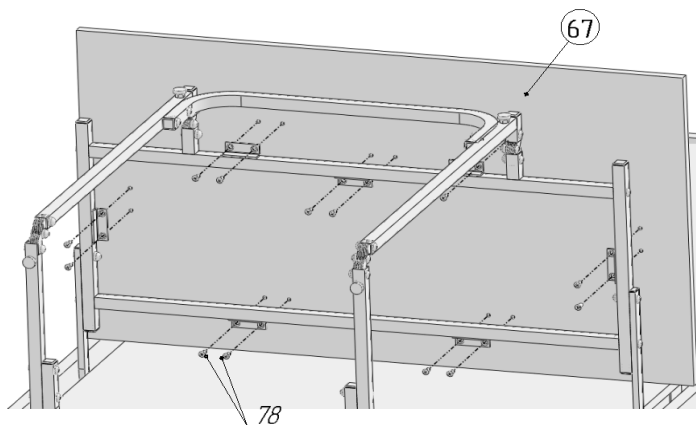

Рис.25
46. Присоединить к собранной раме стола столешницу поз.67, используя саморезы $\varnothing 4 \times 16$ поз.78 (рис.25).